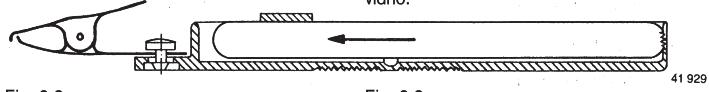

Fig. 2.2
- 4.3 Introducir a tope en la parte superior del portatubito la mitad del tubito con la capa indicadora, en la dirección de la flecha, fijándolo en la parte inferior del portatubito. Desplazar ahora el tubito hacia abajo que el borde de vidrio del lado abierto descance en la parte inferior del portatubito (Fig. 2.2).